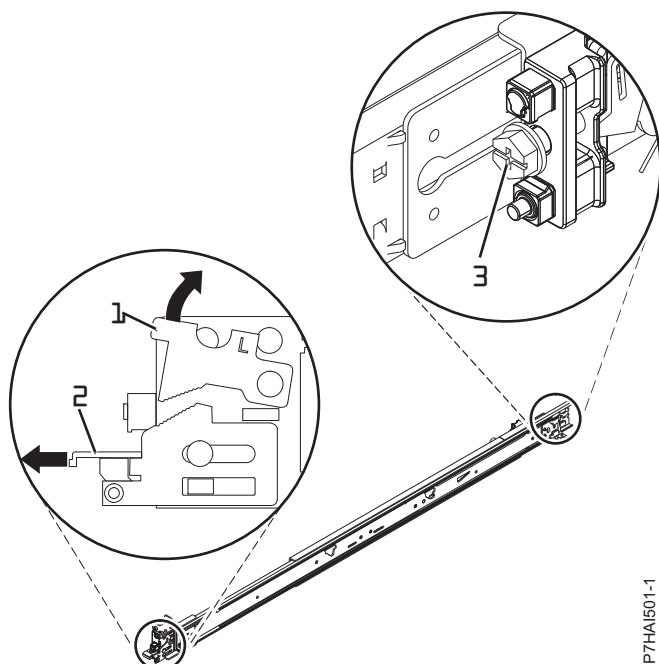

Figura 3. Abrindo a trava frontal
3. Vá para a parte frontal do rack. Empurre para cima a aba de travamento (1) na parte frontal e retire a trava frontal (2) na parte frontal do trilho. Para obter detalhes, consulte Figura 3 na página 5.